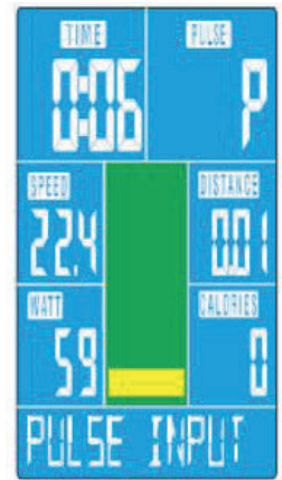

Abb. 16
- + Sollte keine Herzfrequenz für 6 Sekunden empfangen werden können, zeigt das Display "PULSE INPUT" (siehe Abb. 16).